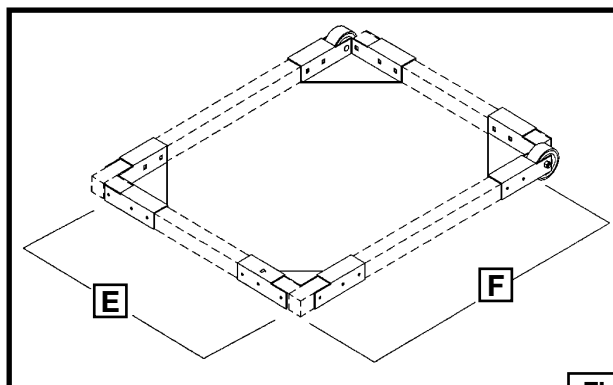

Fig. 5
4. Mida la cobertura de la máquina. Para adecuar la máquina, agregue al ancho 12,7 mm (1/2") (E), Fig. 5. Corte DOS piezas de madera dura de 31,75 mm x 31,75 mm (1 1/2" x 1 1/2") (de preferencia roble, arce o cerezo). Estas tablas (E), Fig. 5, serán las secciones extremas de la base móvil.
5. Corte DOS piezas de madera dura de 31,75 mm x 31,75 mm (1 1/2" x 1 1/2") (F), Fig. 5, según el largo de su medición. Estas tablas (F), Fig. 5, serán los costados de la base móvil.